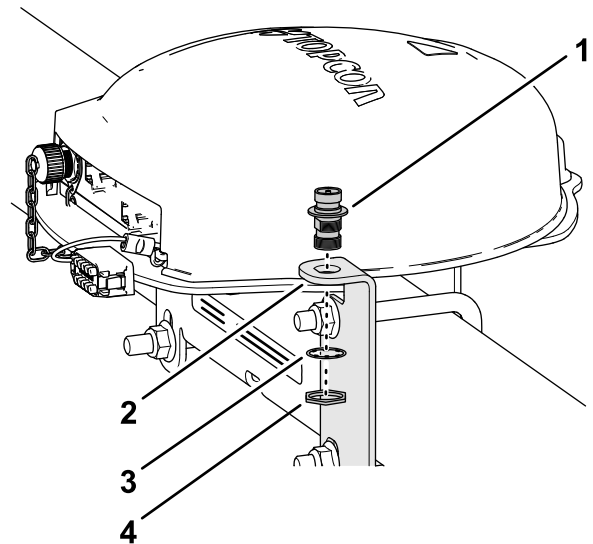

图 153
- 让同轴耦合器穿过 RTK 天线支架上的开口耦合器的隔板螺纹向下图 153。
- 使用锁紧垫圈和锁紧螺母将同轴耦合器安装到天线支架上并用手拧紧锁紧螺母图 153。